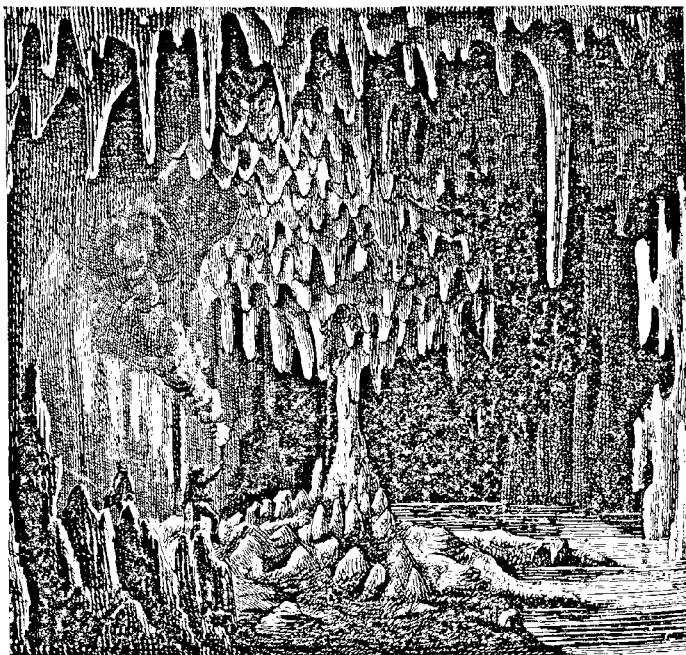

Fig. 69. Grotte à stalactites et à stalagmites.
**Etat naturel.** — Carbonate de chaux presque pur, d'un blanc jaunâtre, qui se forme, dans les grottes à stalactites et à stalagmites, par le dépôt des eaux (fig. 69).